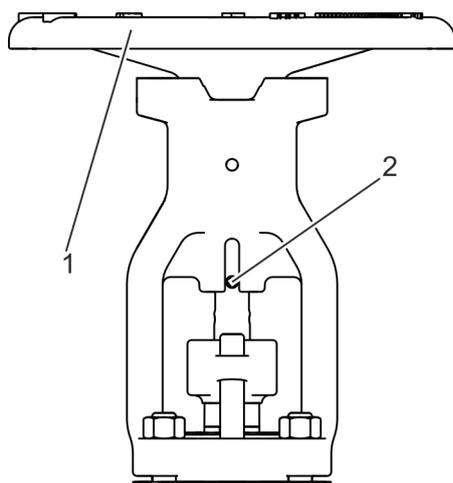

Abb. 40: Armatur schließen
2. → Handrad (Abb. 40/1) in Schließrichtung betätigen.
3. → Verdrehsicherung (Abb. 40/2) mit Ausschlagwerkzeug aus der Spindel herabstreifen.